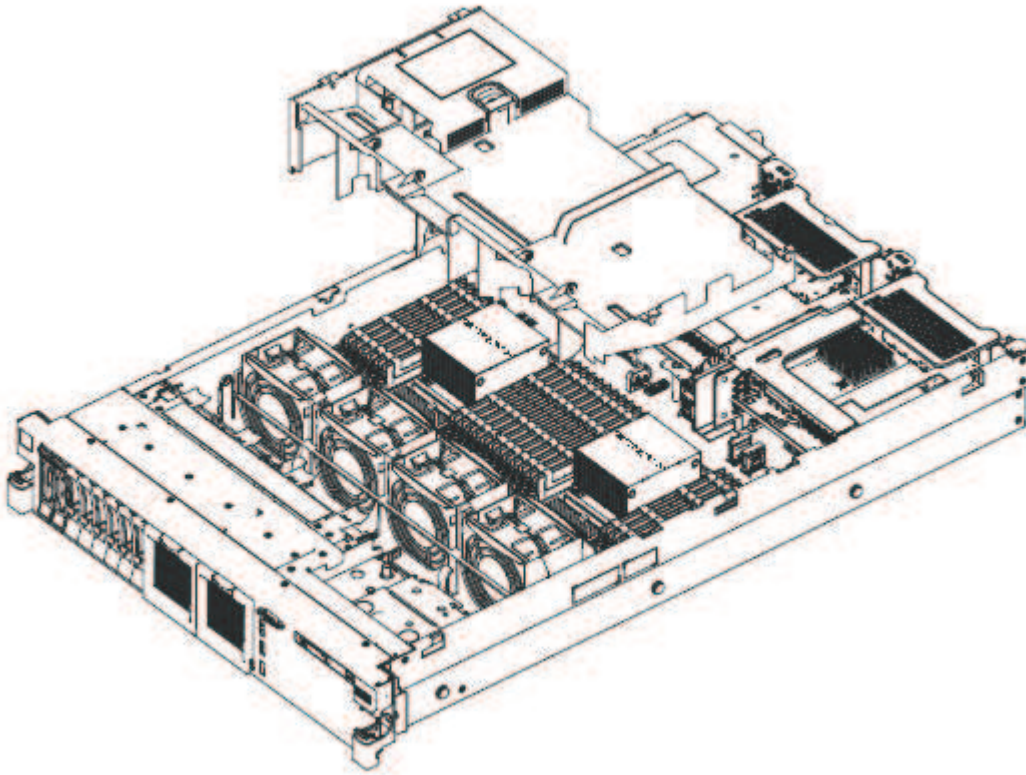

Figura 86. Substituindo a placa defletora de ar
3. Abaixe a placa defletora de ar no lugar, conforme mostrado na Figura 86 na página 115, certificando-se de que todos os cabos estejam fora do caminho. Pressione a placa defletora de ar até que esteja ajustada com segurança.